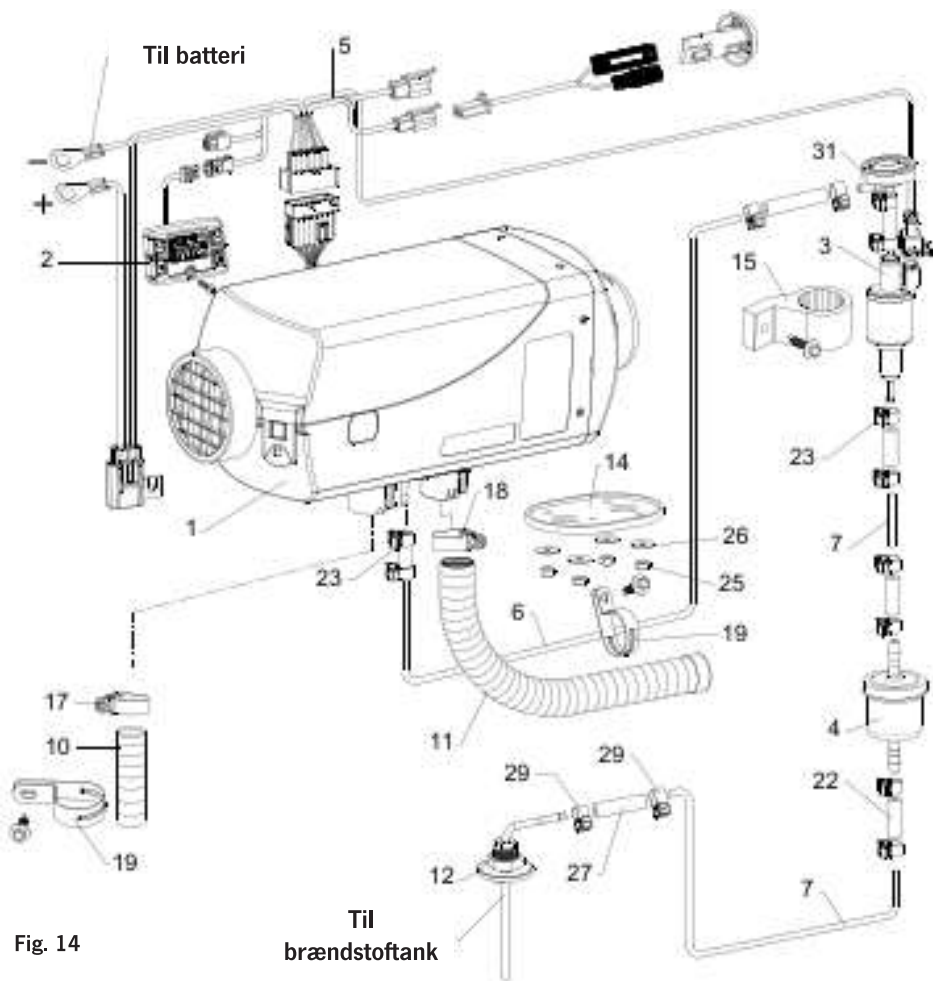

Fig. 14
32. VanHeat 4.0-DH | Produktinformation | Reservedelsliste (se fig. 14)